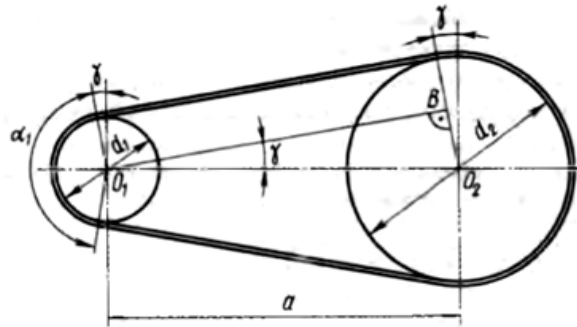

Рисунок 8 - Геометрические параметры ременной передачи
1. Межосевое расстояние a ременной передачи (Рис.8) определяет в основном конструкция привода машины. Рекомендуется для передач плоским ремнем
Из треугольника O_1BO_2 (рис.8):